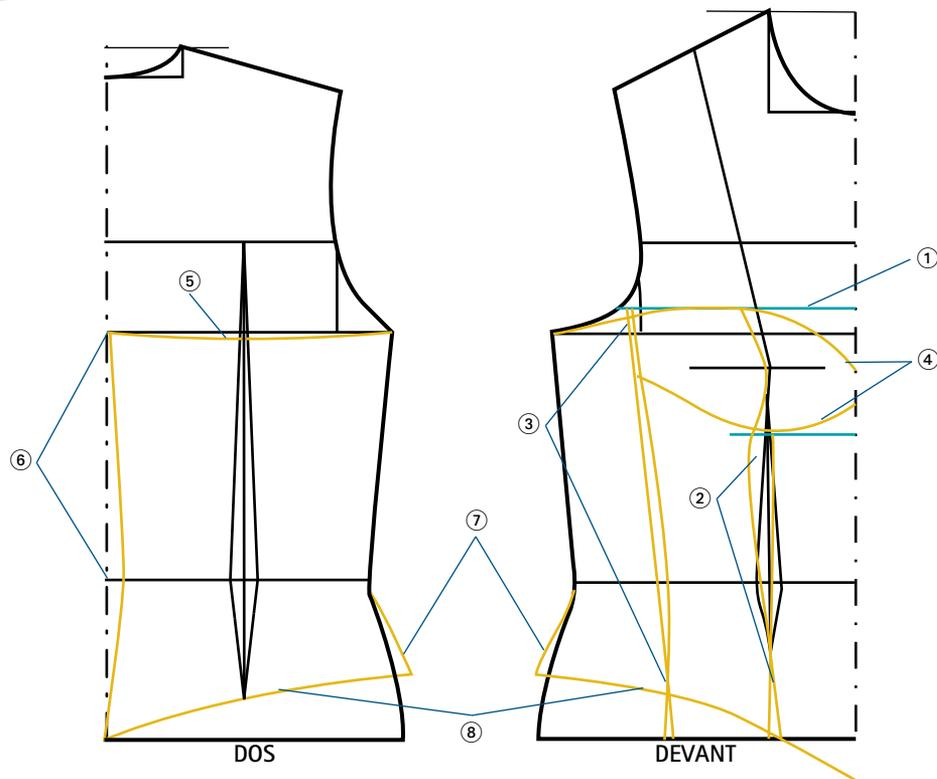

FIG. 1
- ① Sur le devant, tracer une ligne horizontale 2 cm au-dessus de la ligne d'emmanchure.
- ② Diviser en deux la valeur à absorber à la taille (voir volume 1, *Coupe à plat : les bases*, page 22). Puis retracer le galbe de la poitrine avec la transformation de la première pince à la taille (voir page 221 et fig. 1). Puis prolonger les deux bras de cette pince en droite ligne jusqu'en bas.
- ③ Placer la deuxième pince de la taille à une distance d'environ 5 cm de la ligne de côté sur un axe à peu près parallèle à celui de la première pince.
- ④ Tracer la forme du balconnet en formant deux courbes ne dépassant pas les deux lignes horizontales tracées page 221 (2 cm au-dessus de la ligne d'emmanchure et 7 cm en dessous de la ligne de poitrine).